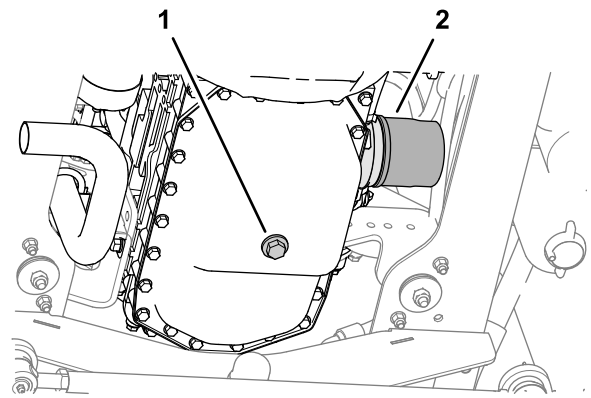

Bild 55
1. Entfernen Sie die Ablassschraube und lassen Sie das Öl in die Auffangwanne ab (Bild 55).